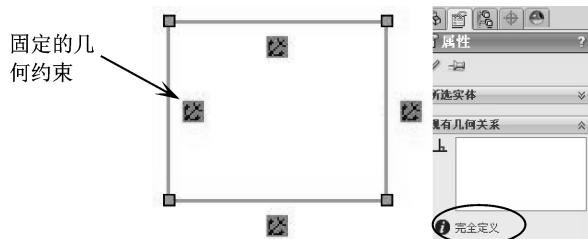

图 2-159 完全定义的草图状态
- 完全定义:所有实体呈黑色,即草图的位置由尺寸和几何关系完全固定,如图 2-159 所示。